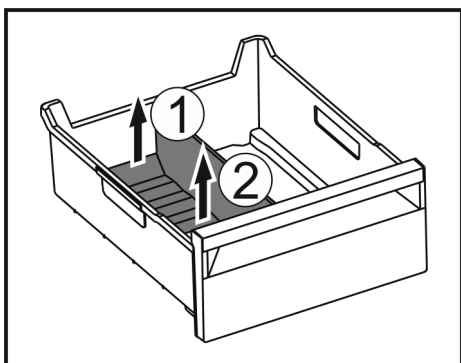

Fig. 70
- Løft den bageste del af frostrumsadskilleren. Fig. 70 (1)
- Tag frostrumsadskilleren op og ud. Fig. 70 (2)